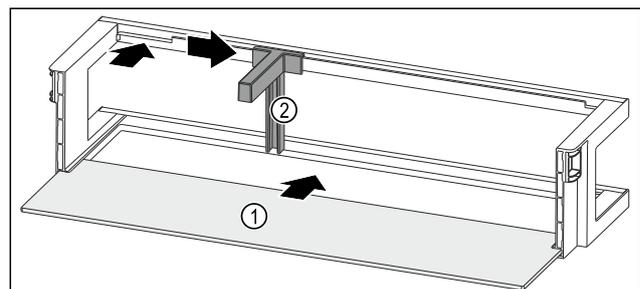

Fig. 127 Türabsteller mit Abstellfläche
- ▶ Abstellfläche *Fig. 127 (1)* in die seitlichen Einsparungen einschieben.
- ▶ Flaschenhalter *Fig. 127 (2)* in die Aussparung einsetzen.
- ▶ Flaschenhalter *Fig. 127 (2)* in gewünschte Position zur Seite schieben.